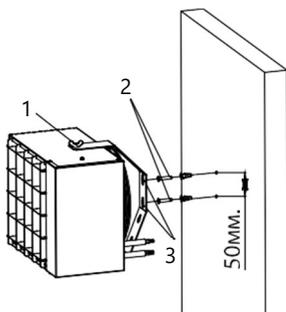
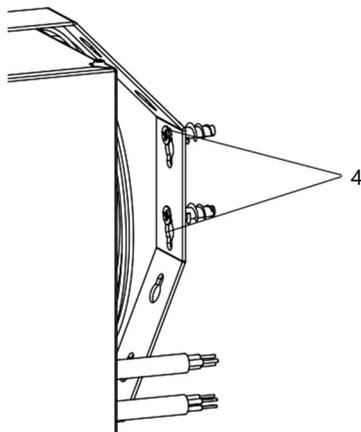

Fig. 5 - Montage de l'appareil au mur
Fig. 6 - Rainure de fixation sur le support
2) Suspendez le dispositif (1) en alignant les têtes des clous de fixation (2) (non inclus dans l'emballage de livraison) avec les trous traversants du support de suspension (3) (Fig. 5) Faire glisser dans la rainure de fixation (4). (Fig. 6)